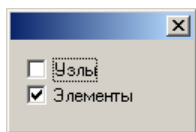

Рис.1.27.4. Окно управления выбором
- В открывшемся окне управления выбором (рис. 1.27.4) выполните следующее действие: